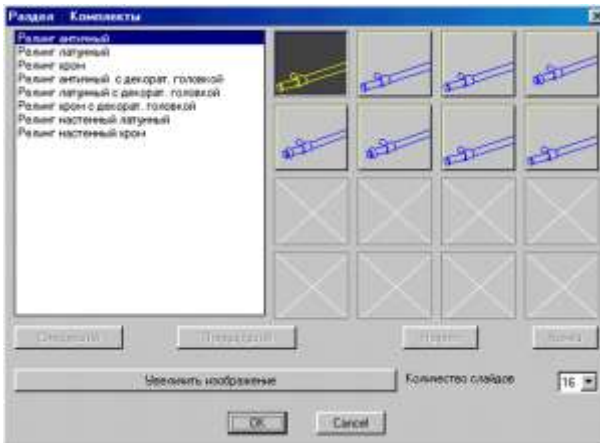

Рис. 8.1. Выбор релинга
- выбрать нужный релинг из графического меню (рис. 8.1). Здесь присутствуют только релинги, настроенные в **Базе Релингов** текущей базы кухонь;